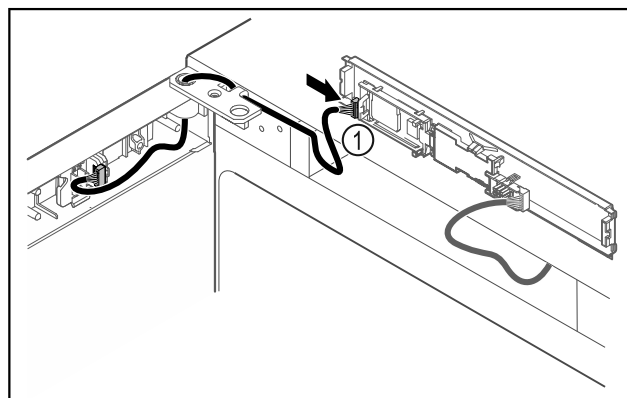

Fig. 43
- ▶ Collegare il connettore Fig. 43 (1) sulla scheda.